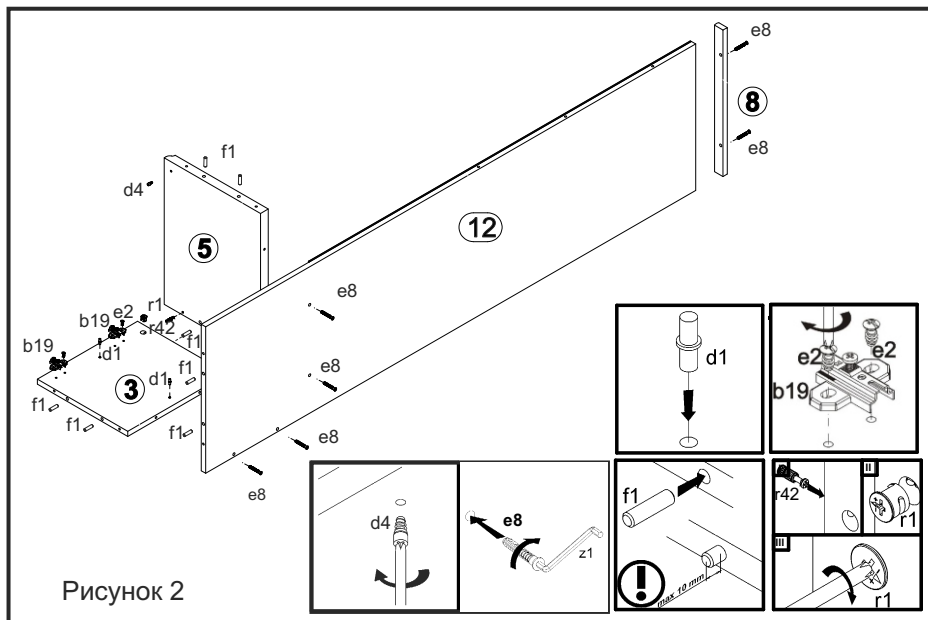

Рисунок 2
2. В отверстия  $\varnothing 8$  мм на верхних и нижних кромках стенок боковых **1, 3**, средней **2**, нижней кромке щита **12**, боковых кромках полки соединительной **6**, щита **5** вбить деревянные шканты **f1** (см. рис. 2, 3).
3. В отверстия  $\varnothing 15$  мм на нижней поверхности полки соединительной **6**, на внутренней поверхности стенки боковой **3** вставить стяжки эксцентрик-овые **r1** (см. рис. 2, 3).
4. В отверстия  $\varnothing 5$  мм на внутренних поверхностях стенок боковых **1, 3** прикрутить еврошурупами **e2** ответные планки петель **b19** (см. рис. 2, 4).
5. В отверстия  $\varnothing 5$  мм на внутренней поверхности стенки боковой **3**, на правой поверхности стенки средней **2** вбить полкодержатели **d1** (см. рис. 2, 4).
6. В отверстие  $\varnothing 5$  мм на нижней поверхности щита **5** вкрутить ограничитель двери **d4** (см. рис. 2).
9. Соединить детали **1, 2, 3, 4, 5, 6, 7, 8, 12** при помощи шкантов **f1**, еврошурупов **e8** и стяжек эксцентрик-овых **r1**. Затянуть стяжки эксцентрик-овые **r1** и еврошурупы **e8** с помощью ключа **z1** (см. рис. 2, 3, 4). Стяжки эксцентрик-овые закрыть заглушками **s2**.